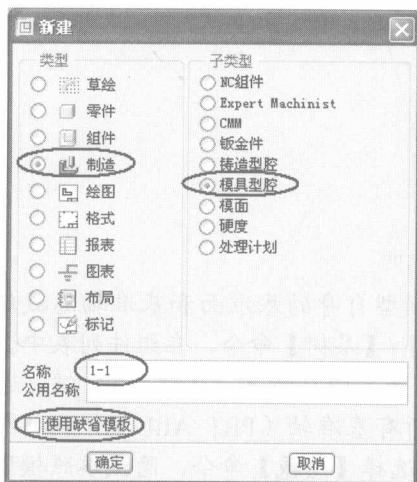

图1-7 【新建】对话框
5. 选择菜单栏中的【文件】/【新建】命令建立新的文件，系统弹出如图 1-7 所示【新建】对话框，在【类型】栏选择【制造】模块，在【子类型】栏选择【模具型腔】模块，在【名称】文本框中输入文件名“1-1”，并取消【使用缺省模板】复选框，单击 **确定** 按钮。